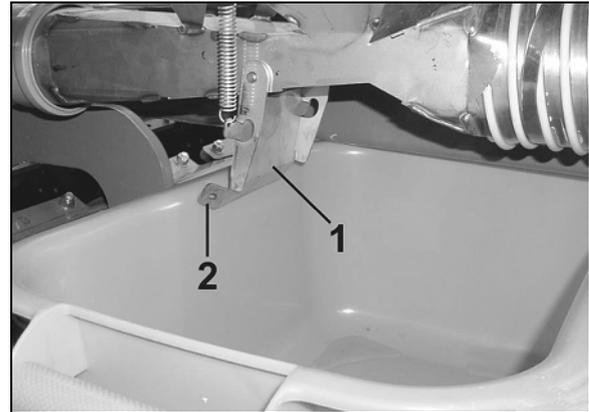

Fig. 88
2. Suelte la tuerca de mariposa (Fig. 88/2).
3. Ajuste la altura del sensor de nivel de llenado (Fig. 88/1) en función de la cantidad restante de semillas deseada.
4. Apriete la tuerca de mariposa (Fig. 88/2).
El sensor de llenado debe montarse exclusivamente como viene representado en la figura (Fig. 88).